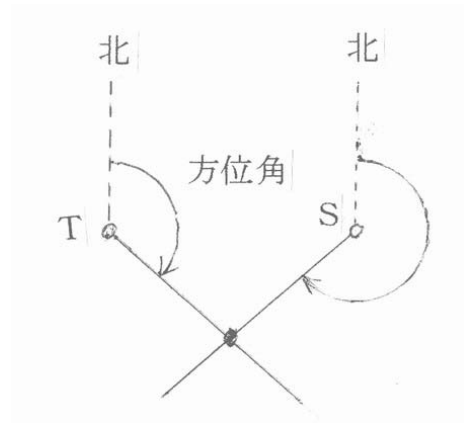

図2 2既知点から方位角による交点
先ず、東京湾に停泊した自船の位置を、陸上の目標を使って測定してみよう。左に東京タワー (T)、右にスカイツリー (S) が見える。図2のように、一般には両タワーの方位角をジャイロコンパスで求めるのであるが、ここでは別な方法を使ってみる。両タワーか